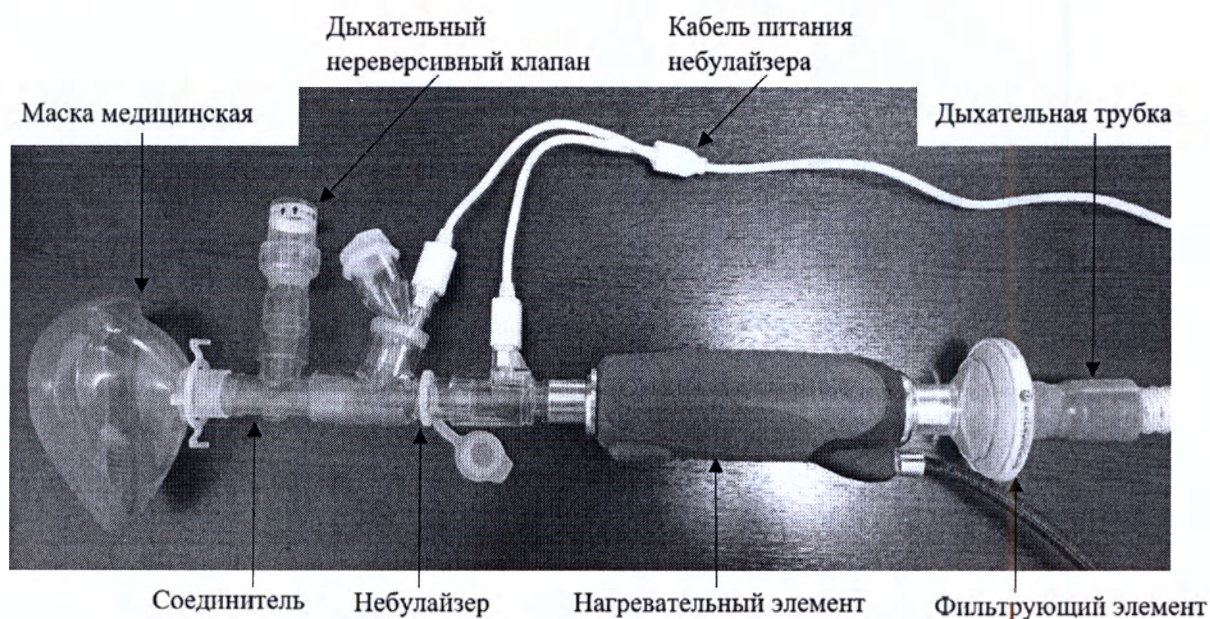

Рисунок 10 – Сборка изделия для работы в режиме «Небулайзер»
1) в случае использования маски анестезиологической, имеющей один коннектор, к небулайзеру последовательно подсоединяют: соединитель, дыхательный нереверсивный клапан и маску медицинскую анестезиологическую (рисунок 10), входящие в комплект поставки.